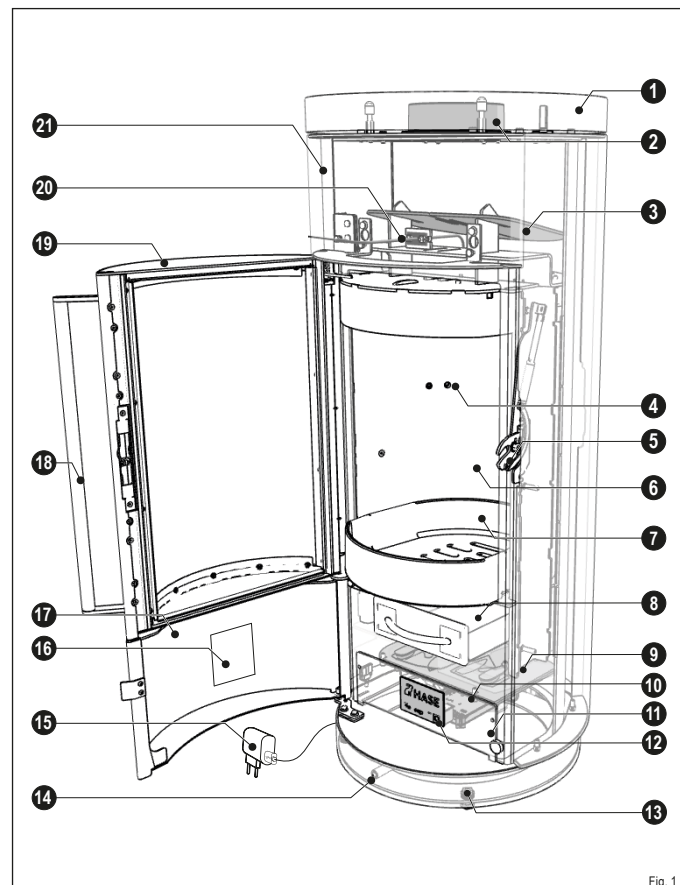

Fig. 1
- Le revêtement du foyer (Fig. 1, point 6) est constitué de vermiculite (minéral réfractaire).
- La porte du foyer (Fig. 1, pos. 19) du poêle est à fermeture automatique, c'est-à-dire que la porte du foyer doit être maintenue par la poignée de la porte du foyer (Fig. 1, pos. 18) lors de son ouverture (par exemple, pour ajouter du combustible).
- Lorsque la poignée de la porte du foyer est relâchée, elle tombe dans le loquet de la porte (Fig. 1, point 5) et ferme automatiquement le foyer de manière étanche.
- La technologie iQ (Fig. 1, points 9 - 10 ; 12 ; 14; 20) régule automatiquement le réglage optimal de l'air de combustion et la température du foyer afin de garantir une combustion complète et peu polluante.
- Le poêle se compose d'un corps en acier (Fig. 1, point 21) et, selon le modèle, peut être équipé d'un revêtement en acier, en céramique ou en pierre naturelle pour augmenter l'accumulation de chaleur.
- Le poêle peut être aligné à l'aide des pieds de réglage (Fig. 1, pos. 13) afin de compenser les irrégularités de la surface d'installation.
- Le bac à cendres (Fig. 1, pos. 8) sert de collecteur de cendres et doit être vidé régulièrement.
- La porte de service (image 1, pos. 17) permet d'accéder aux éléments de commande du bac à cendres et du panneau de commande.
- La régulation peut être activée et désactivée via le panneau de commande (Fig. 1, pos. 12).
- La plaque signalétique (Fig. 1, pos. 16) est située à l'intérieur de la porte de service.
- La fiche d'alimentation et le câble USB-C (Fig. 1, pos. 15) permettent de connecter la technologie iQ au secteur.